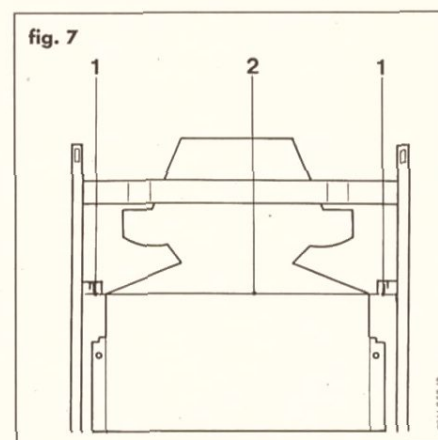

fig. 7
6.5.2 Montare i deflettori in lamiera (vedi fig. 7)